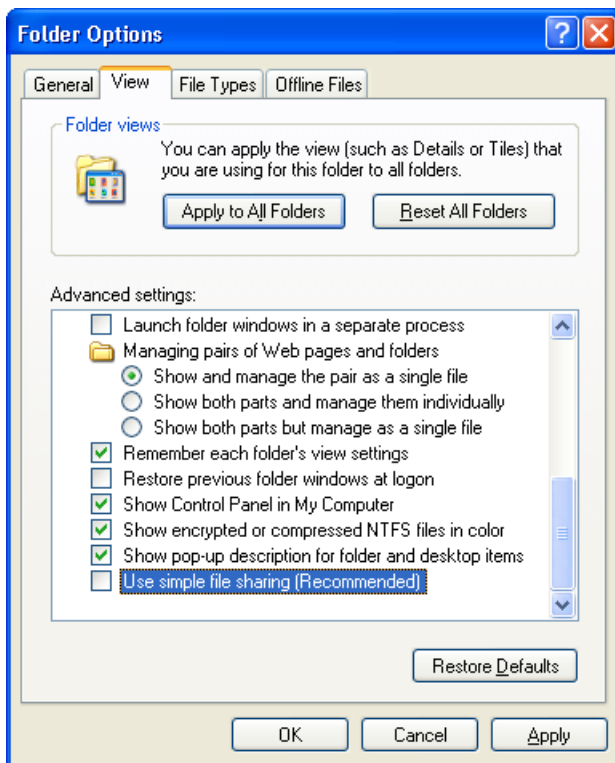

Рис. 7-14 Окно Свойства папки (Windows XP)
- c) В диалоговом окне **Folder Options** щелкните на вкладке **View** (см. Рис. 7-14 на стр. 215).